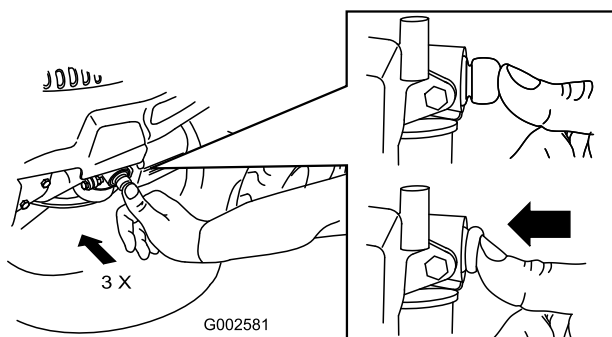

Figure 15
1. Appuyez fermement à 3 reprises sur l'amorceur avec le pouce, en marquant une pause d'une seconde chaque fois (Figure 15).